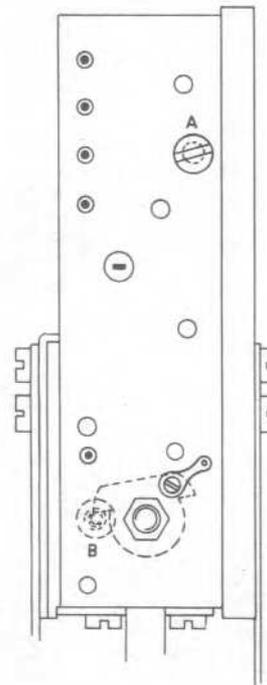

Fig. 3
- Dévisser la vis du trou A (fig. 3), la placer dans le trou B.
Retirer la vis du trou B et la visser dans le trou A (fig. 3).
Régler dans l'ordre pour obtenir la courbe fig. 3 S 325 a - S 325 b - S 326 a - S 326 b.